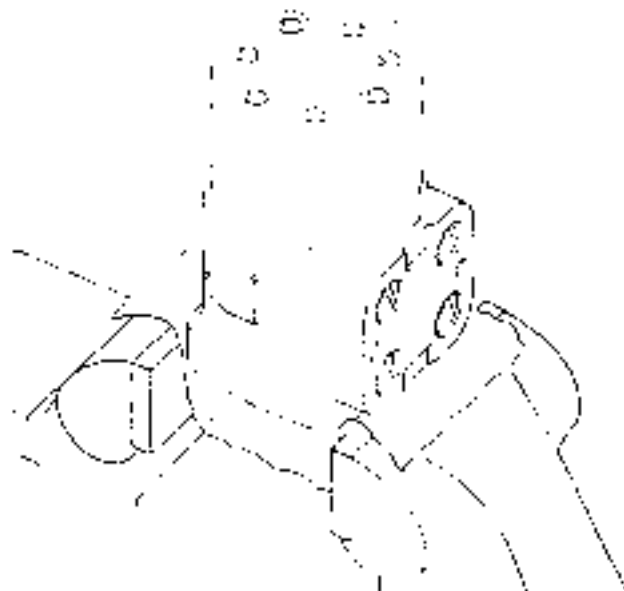
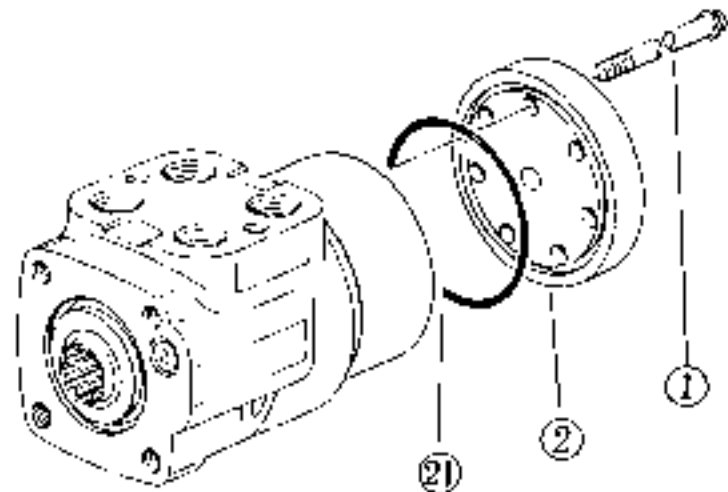

Fig. 4
Fig. 5
1. Clamp the flange lightly in a vise, with the rotor up. At this time, clamp over copper plate or the like, and take care not to clamp too strongly. (Fig. 4)
2. Unscrew bolts (1) with a 5/16"-12 point socket wrench.
3. Remove end cap (2). (Fig. 5)
1. ロータ部を上にしてユニットの取付フランジ部をバイスで軽くつかむ。この時、バイスに銅板などを当て、余り強く締めぬよう注意する。(Fig. 4)
3. エンドキャップ(2)を外す。(Fig. 5)